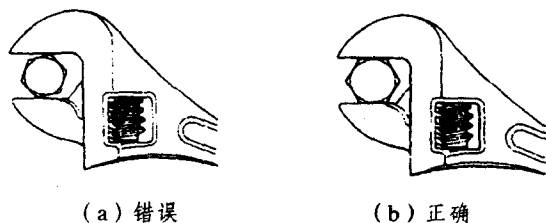

图 1-22 夹爪开口与螺母的配合
(4) 活动扳手的正确使用。活动扳手的开口夹爪可以调节以适应不同尺寸螺母和螺栓的松开和拧紧。使用时必须注意以下几点:
① 只有在没有适当开口扳手的情况下,才使用活动扳手,它也可以用于拧紧力要求较大的场合。
② 夹爪开口必须调整得很精确地与螺母或螺栓配合,如果夹得太松会磨损螺栓和螺母,不能扳动螺母或螺栓,见图 1-22。